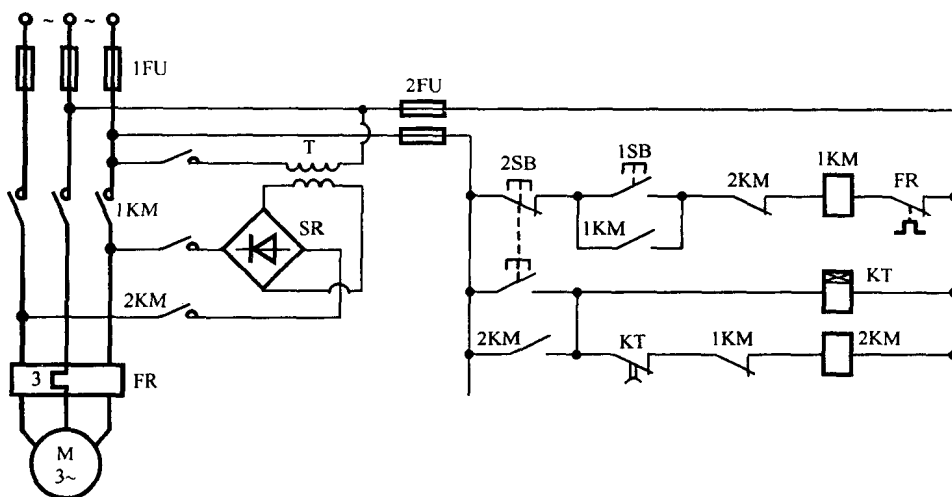

图 14.4.2
1. 试说明图 14.4.2 所示电路的功能(是什么控制电路), 并分析其工作原理。